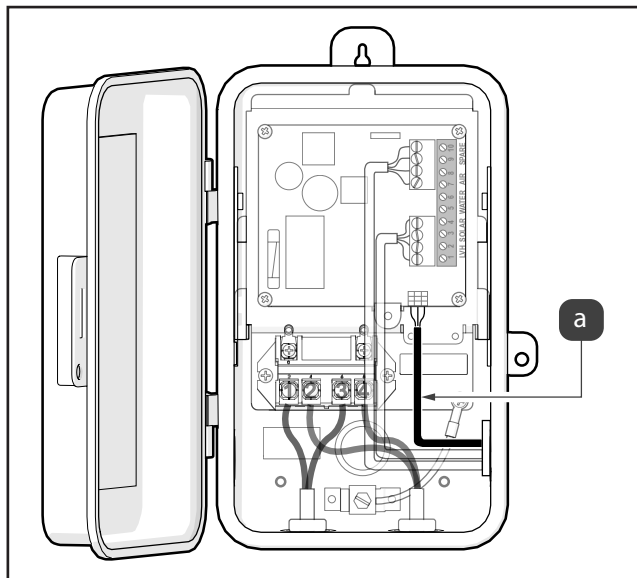

Figura 6. Versión para piscina únicamente; conexión de entradas de línea y cable JVA
3. Conecte el cable JVA; consulte la Figura 6 (a).